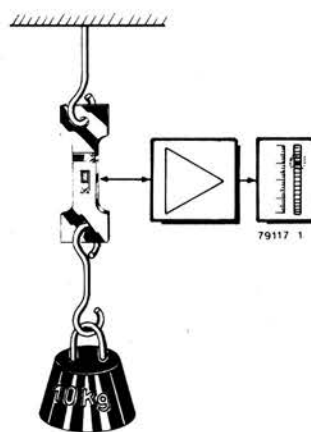

Figure 1. Présentation synoptique de la mise en oeuvre du dynamomètre.
Un système acoustique digital comporte cinq sections distinctes: un circuit d'entrée analogique, un convertisseur analogique/digital, un système digital de traitement et/ou de mémorisation, un convertisseur digital/analogique, un circuit de sortie analogique (voir figure 1). Quelle que soit la technique utilisée dans les convertisseurs, la fonction fondamentale de ceux-ci est identique:
Figure 1. Dans un système audio digital, l'étage d'entrée analogique (A) est suivi par un convertisseur analogique/digital (A → D). Le signal peut ensuite être traité, transmis ou mémorisé digitalement (D). Un convertisseur digital/analogique (D → A) et un étage de sortie analogique (A) complètent la chaîne.